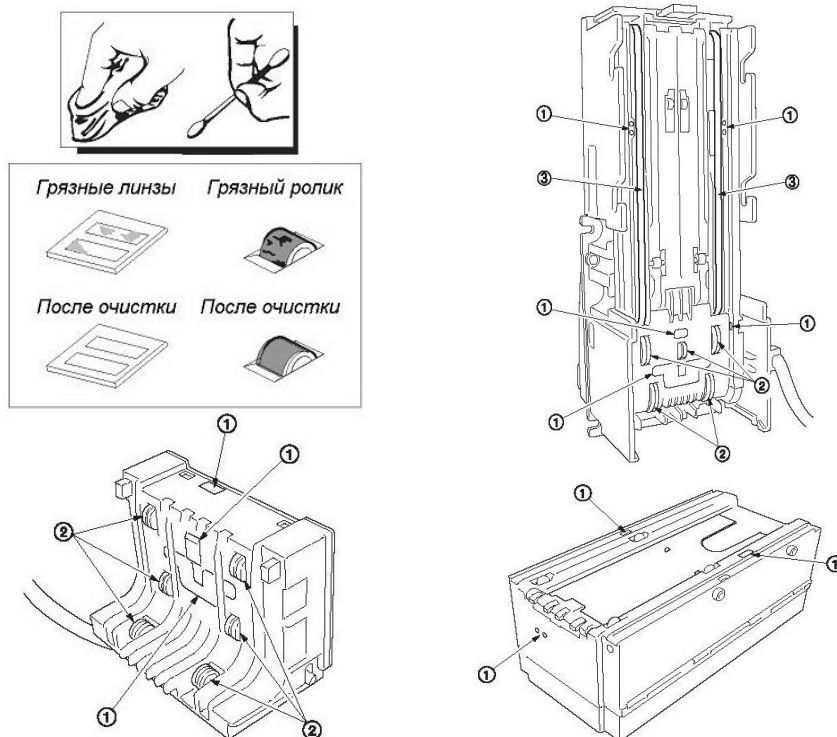

Рисунок 44 - Места очистки от грязи элементов купюроприемника.
- вытащить оптическую часть купюроприемника, см. рисунок 44, и при помощи кисточки удалить пыль из приемного канала;